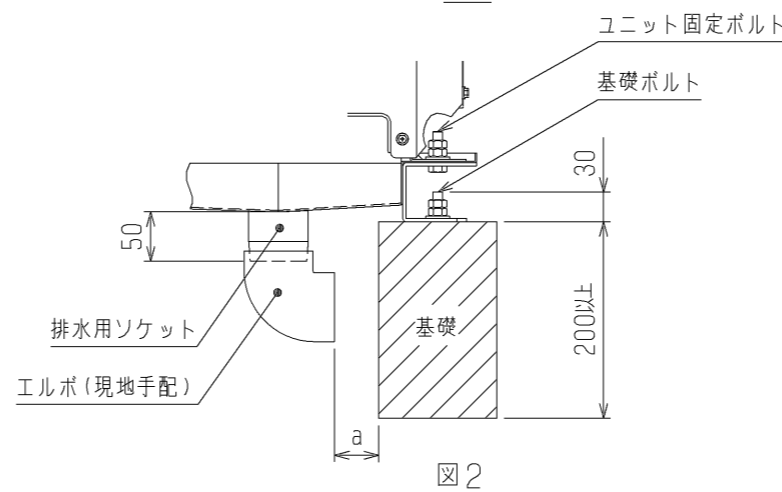

図2
防振ゴムは基礎とドレンパンの間に取付可能ですが、基礎ボルトを防振ゴムの高さ分長くする必要があります。（図2参照）
これ以下ではドレン排水用ソケットの突出し長さが50mmでするのでドレン配管施工ができなくなります。（図2参照）
7. エルボを取付けられる距離を確保してください。（図2：寸法a部）